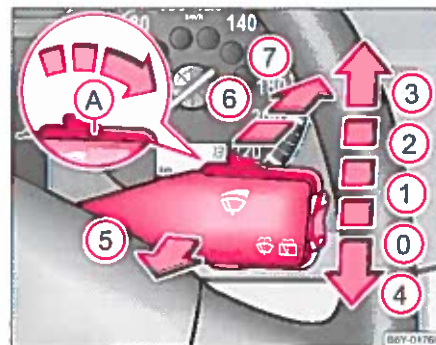

Fig. 42 Rudeviskerarm
Rudeviskerarmen ⇒ fig. 42 har følgende positioner:
- Tryk armen væk fra rattet i stillingen ⑥ ⇒ side 58, fig. 42, viskeren aktiveres hvert 6. sekund.
Forlygterne rengøres, hver gang rudeviskerne har visket 5 gange, når nær- eller fjernlyset er tændt, og rudeviskerarmen er blevet holdt i position ⑤ ⇒ side 58, fig. 42 ca. 1 sekund.